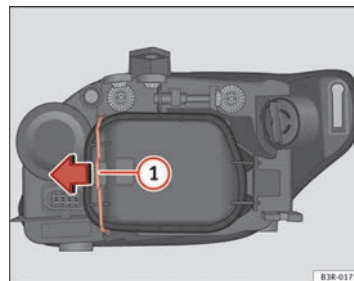

Abb. 201 Standlicht (Fahrzeuginnenseite)
- Den Spanner ⇒ Abb. 201 ① in Pfeilrichtung bewegen und den Deckel abnehmen, indem zuerst die Seite des Spanners und danach die beiden Laschen des anderen Endes des Deckels abgenommen werden.